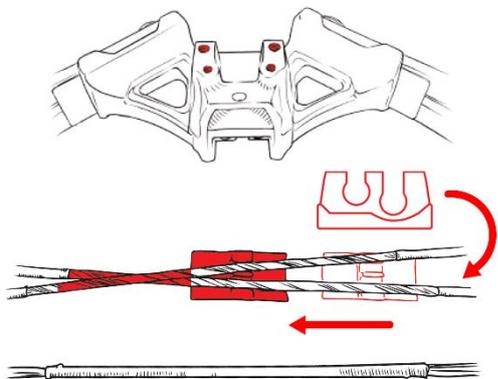

Рис.1
1. Разместите плечи на ровной поверхности, чтобы отверстия на металлической колодке оказались сверху (Рис.1). Смажьте воском обмотку тетивы и место пересечения тросов.
2. Возьмите бегунок. Обратите внимание, что на нем есть два паза. Установите бегунок под пересечение тросов таким образом, чтобы трос, расположенный ниже, лег в более глубокий паз (Рис.1).